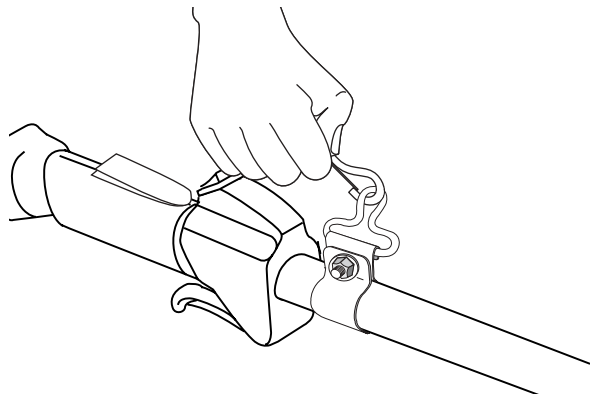

Fig. 7
3. Coloque el arnés por encima de su cabeza y sobre su hombro. Abroche en el adaptador de apoyo (Fig. 7).